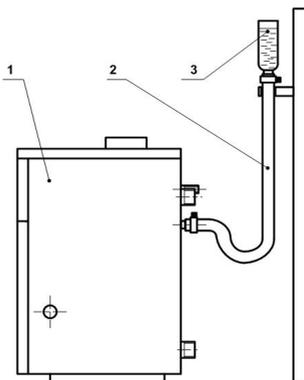

Рисунок 5. Чистка змеевика теплообменника.
- подсоединить к нижнему штуцеру подачи холодной воды шланг 2 и закрепить хомутом (рисунок 5);